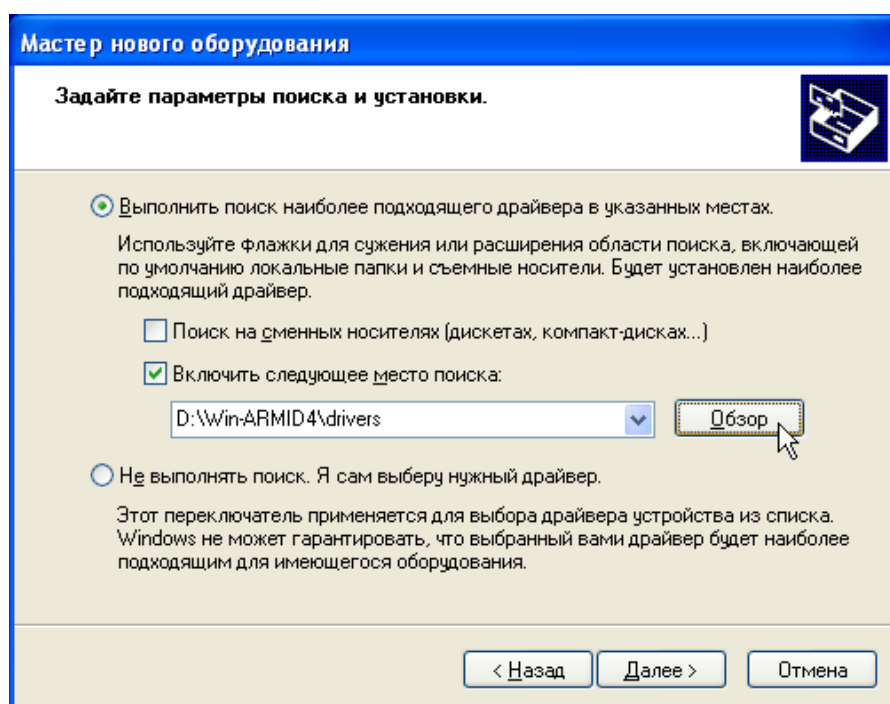

Рис.3. Окно "Поиск файлов драйвера".
2.5. Нажать кнопку **"Далее"**, появится окно поиска файлов драйвера (рис.3). Установить флажки в полях поиска, как показано на рис.3, нажать кнопку «Обзор» и найти место расположения inf-файла драйвера, который расположен в подкаталоге **\drivers**, находящемся в каталоге, где был установлен модуль работы с прибором ЛИДЕР-КТМ-250.